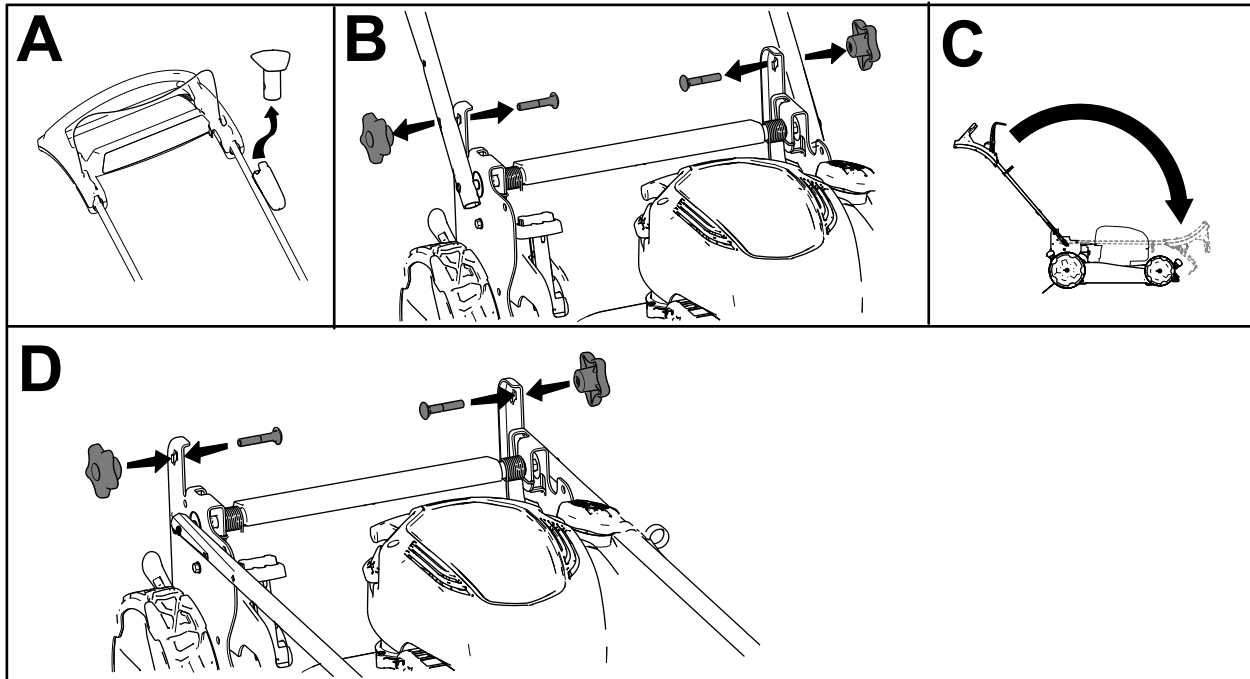

Figure 20
1. Retirez le bouton de démarrage électrique (selon l'équipement) comme montré en A sur la Figure 20.
2. Retirez et conservez les 2 boutons et les 2 boulons de carrosserie des supports du guidon (B de Figure 20).
3. Repliez le guidon en le faisant pivoter en avant (C de la Figure 20).
4. Montez et serrez légèrement les boutons et les boulons de carrosserie sur les supports du guidon (D de la Figure 20).